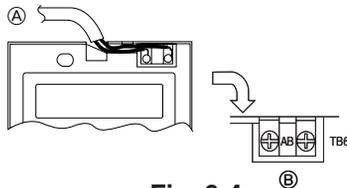

Fig. 6-4
2) Anschlußverfahren (Fig. 6-4)